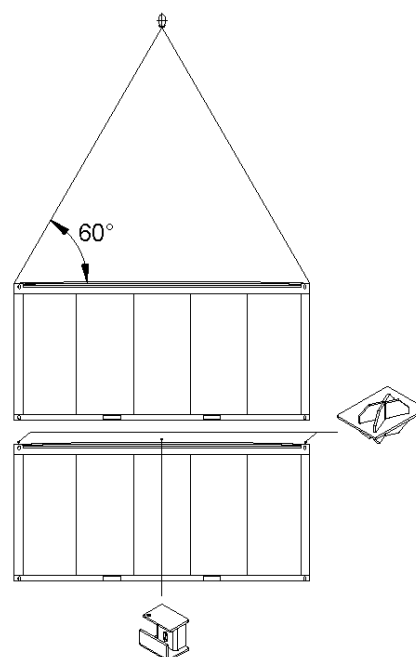

Abbildung 2
- Zwischen den einzelnen Containern müssen je 4 Stk. „Stacking Cones“ (in die Containerecken) bei 10', 19' und 20' und je 2 Stk. Spannkeile bei 19' und 20' (auf die Dachlängsträger pro Seite 1 Stk. – Abb. 2) eingesetzt werden.